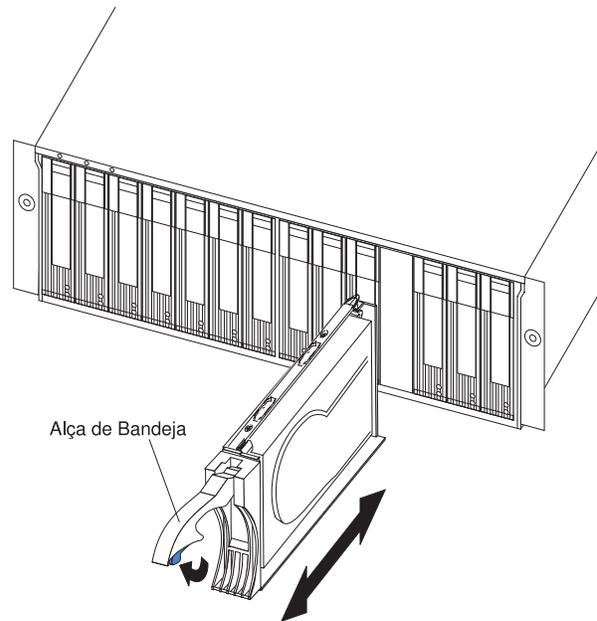

Figura 10. Removendo as CRUs da Unidade
3. Puxe a alça da bandeja para fora a fim de que esteja na posição aberta e puxe a unidade para fora do compartimento conforme mostrado em Figura 10.